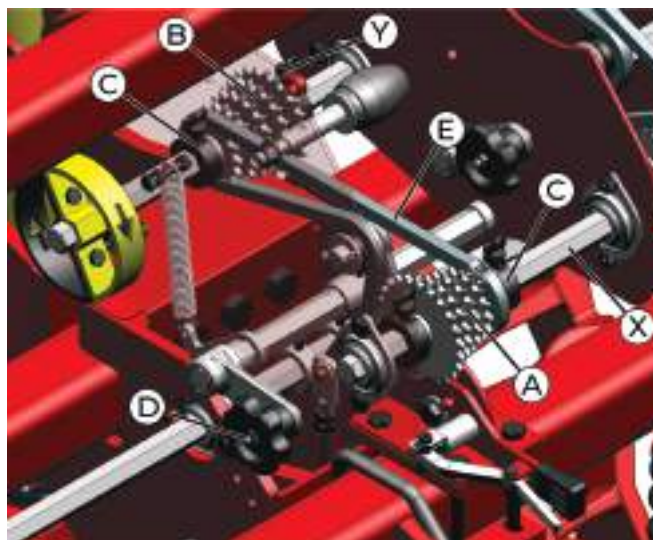

fig. 80
A regulagem da distribuição da semente é realizada através do recâmbio das rodas dentadas (fig. 80) Z14-Z16-Z18-Z20-Z24 (A) do eixo "X" com as rodas dentadas Z15-Z17-Z19-Z21-Z23 (B) do eixo "Y". Afrouxe as buchas batentes (C) para deslocar as rodas dentadas pelos eixos até a posição ideal.